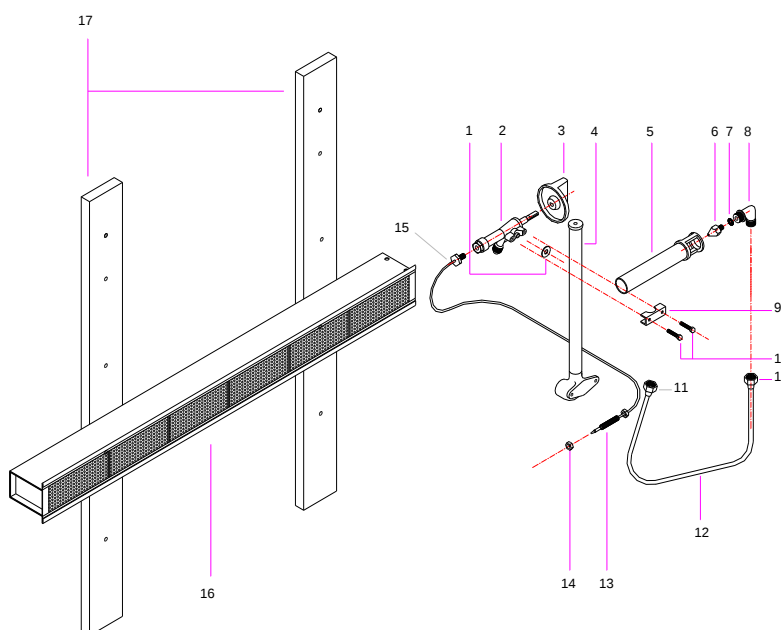

Abbildung 11
- e) Entnehmen sie das Rohr (12) und das entsprechende Thermoelement der Düse des auszuwechselnden Brenners (13) (siehe Abb.11), indem Sie die Schrauben beseitigen (11) und (14).
- f) Ziehen Sie nun den Winkelstutzen nach außen (8), um das Venturiventil des Brenners entnehmen zu können, indem Sie dabei alle Schrauben abmachen, die den Brenner (16) an seine Halterung fixieren (17).